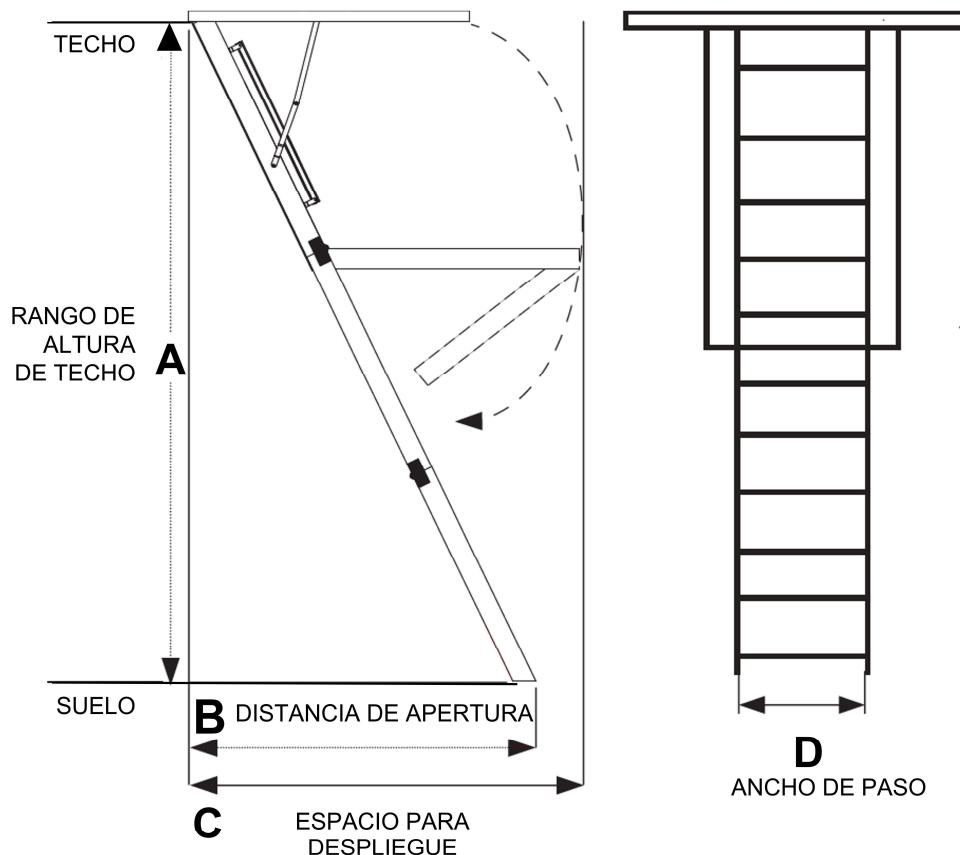

FIGURA 2
Deje espacio suficientemente amplio para el despliegue y la apertura de la escalera de ático plegable cuando este abierta, (Ver **Figura 2** y **Tabla 3**). Ubique la abertura en el techo de manera que cuando entre en el ático tenga espacio adecuado y área para caminar.
1. Reemplazo: Verifique tamaño y ubicación actual Ver **Figura 2** y **Tabla 3**. Si se necesitan ajustes, consulte el **APÉNDICE** para volver a enmarcar la abertura de techo.